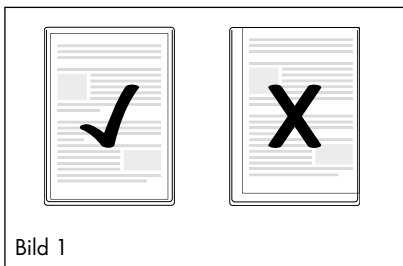

Bild 1
- ▶ Se till så att det alltid finns ett avstånd på minst två mm mellan plastfickans och dokumentets kanter, så som visas på bild 1.